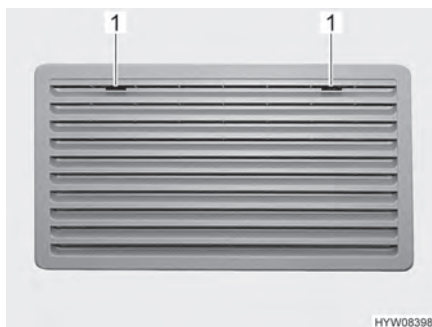
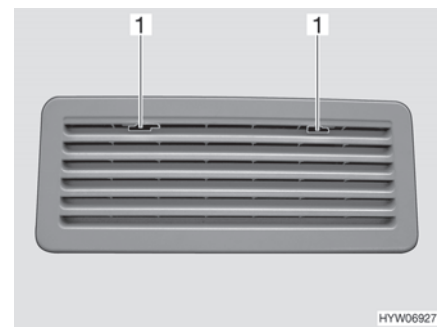

Bild 121 Kylskåpets ventilationsgaller (Thetford stort)
Bild 122 Kylskåpets ventilationsgaller (Thetford litet)
- Skjut spärren (Bild 121,1 eller Bild 122,1) till mitten.